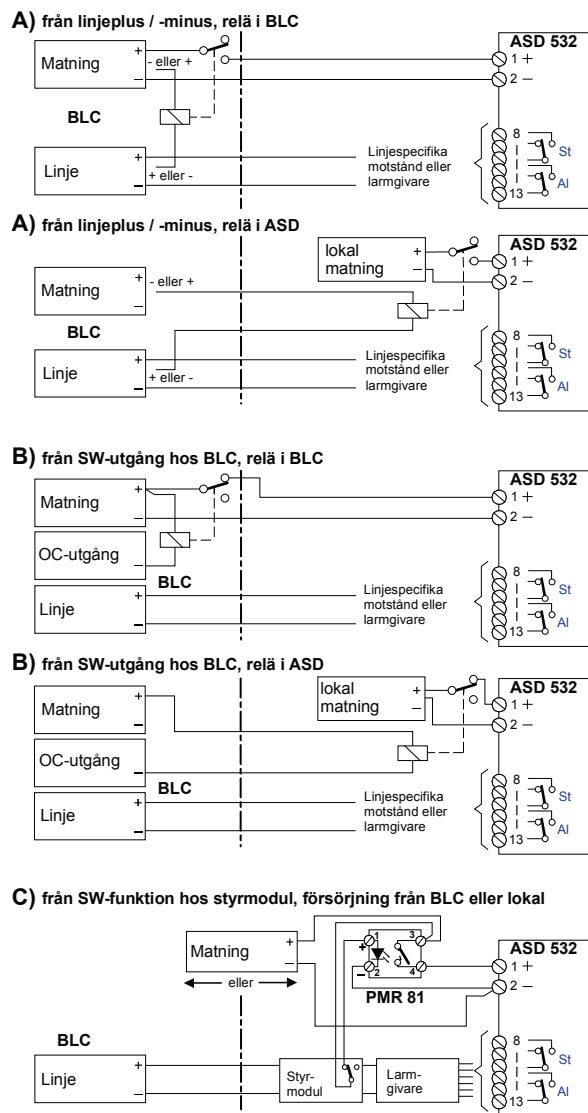

Bild 35 Styrning via relämatning
Styrningen av hjälpreläerna kan göras på följande vis (se Bild 35):
- EMV-skyddselementen vid ingången för ASD-elektroniken orsakar en kortfristig strömspik (5 A/1 ms) när matningsspänningen läggs på. Om hjälpreläer med en maximal kontaktbelastningskapacitet på 1 A används kan detta leda till att reläkontakterna klibbar samman. Därför ska **i allmänhet** hjälpreläer med en kontaktbelastningskapacitet på **över 1 A** användas – t.ex. halvledarrelä PMR 81 (se Bild 35 C)).